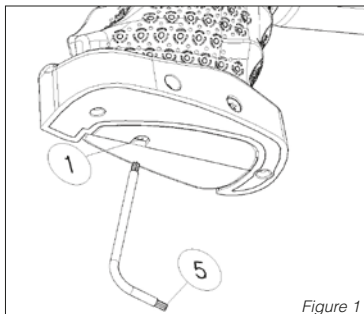
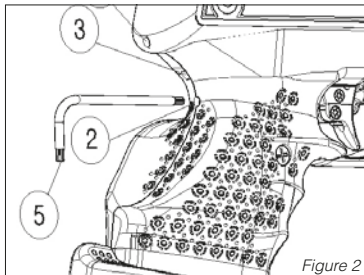
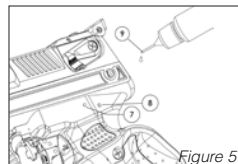

Figure 1
Figure 2
Figure 5
- 15 Figure 2 setting of retaining moving length is made by No. 5 (T8) Torx key through hole No. 2 and by turning the screw clockwise retaining movement is reduced and by turning it anticlockwise trigger retaining movement is extended.
- 25 After every 150 shots, lubricate trigger system by dripping a few drops of oil using the tip of oiler No. 9 shown in Figure 5 through holes No. 7 and 8. When you are run out of lubrication, you may use thin, fluid and anti-corrosion lubricant that is used in pneumatic systems. Never use edible oils, thick and non-fluid oils such as grease.
- 12 Le trou de réglage no:1 (figure 1), règle la puissance de ressort en cours de mouvement de soutien qui est le premier mouvement de la détente.
- 13 Pour obtenir un poids de détente plus élevé du mouvement de soutien de la détente, tournez à droite l'embout allongé de la clé torx (T8) (figure 1), que vous aurez introduit dans le trou no:1 et pour obtenir un poids de détente plus faible tournez à gauche.
- 15 Le réglage de la longueur de la pré-course se fait en tournant le vis ajusté dans le trou no:2 à l'aide de la clé torx (T8) no:5 (Figure2);pour diminuer la pré-course tourner à droite et pour augmenter la pré-course tourner du côté inverse. Figure 1, Figure 5